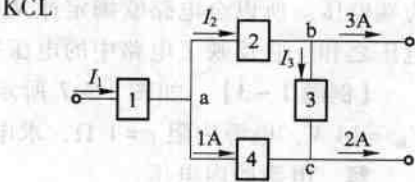

图 1-9 例题 1-4 图
**【例题 1-4】** 电路如图 1-9 所示，试计算电流  $I_1$ 。
**解** 按图 1-9 所示电流参考方向，节点 a、b、c 的 KCL 方程分别为